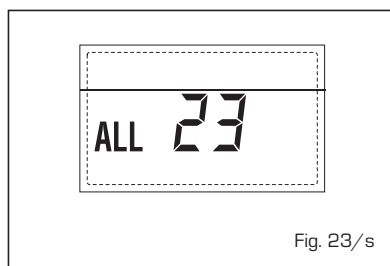

Fig. 23/s
- ANOMALIA AVARIA SONDA COLETOR SOLAR S1 "ALL 24" (fig. 23/t)